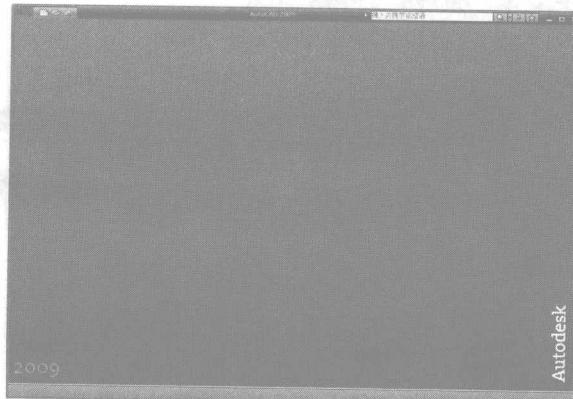

图 1-3 关闭页面
- ② 在绘图页面右上角单击 “关闭”按钮，将默认绘图页面关闭，界面显示如图 1-3 所示。